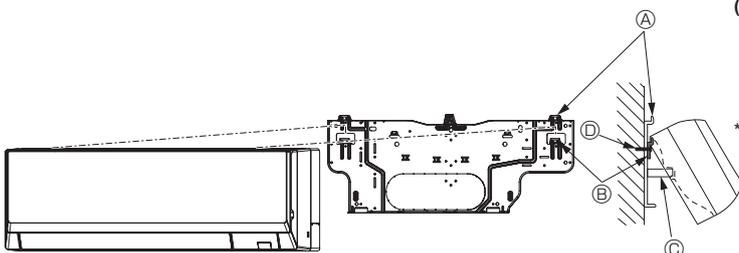

Fig. 3-12
- Si la unidad interior no puede colgarse y levantarse con el gancho normal (las dimensiones de 2.1. ⓧ (el espacio entre el techo y la unidad) son como máximo de 75 mm, 2-15/16 in.), cuelgue la unidad en el gancho inferior para la tubería izquierda. (Fig. 3-12)
(Fig. 3-12)